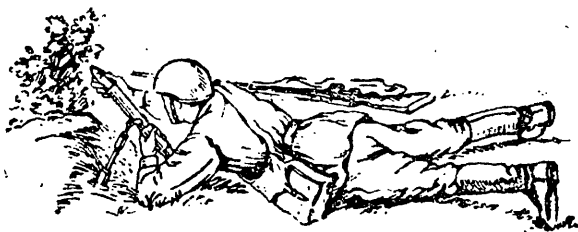

Рис. 7. Положение для стрельбы лежа
7. Из миномета можно стрелять из положения лежа и с колена. Наиболее удобной является стрельба из положения лежа (рис. 7).